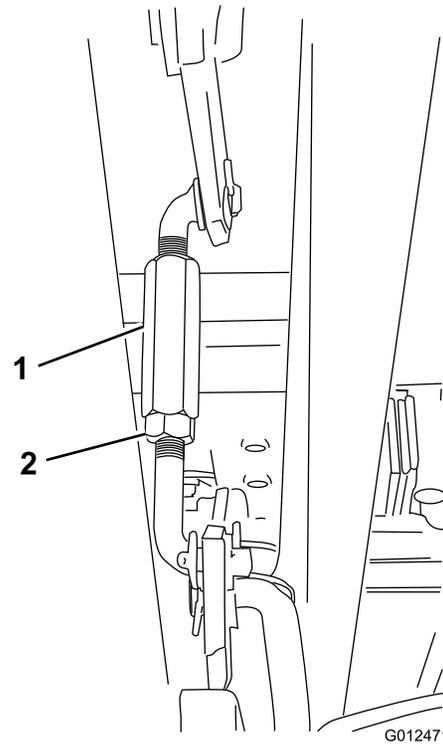

Figura 49
8. Afloje la contratuerca del extremo del tensor (en el lado derecho de la máquina; consulte Figura 49) y ajuste el tensor hasta que la distancia entre la punta delantera de la cuchilla de la izquierda y la superficie plana sea de 55 mm.